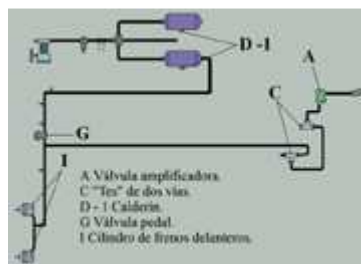

Fig. 48
- Circuito número 1.- Frenos de servicio delanteros del vehículo y emergencia al remolque **(fig. 48)**.
Circuito número 1: freno de servicio delantero del vehículo tractor y emergencia del remolque **(fig. 48)**